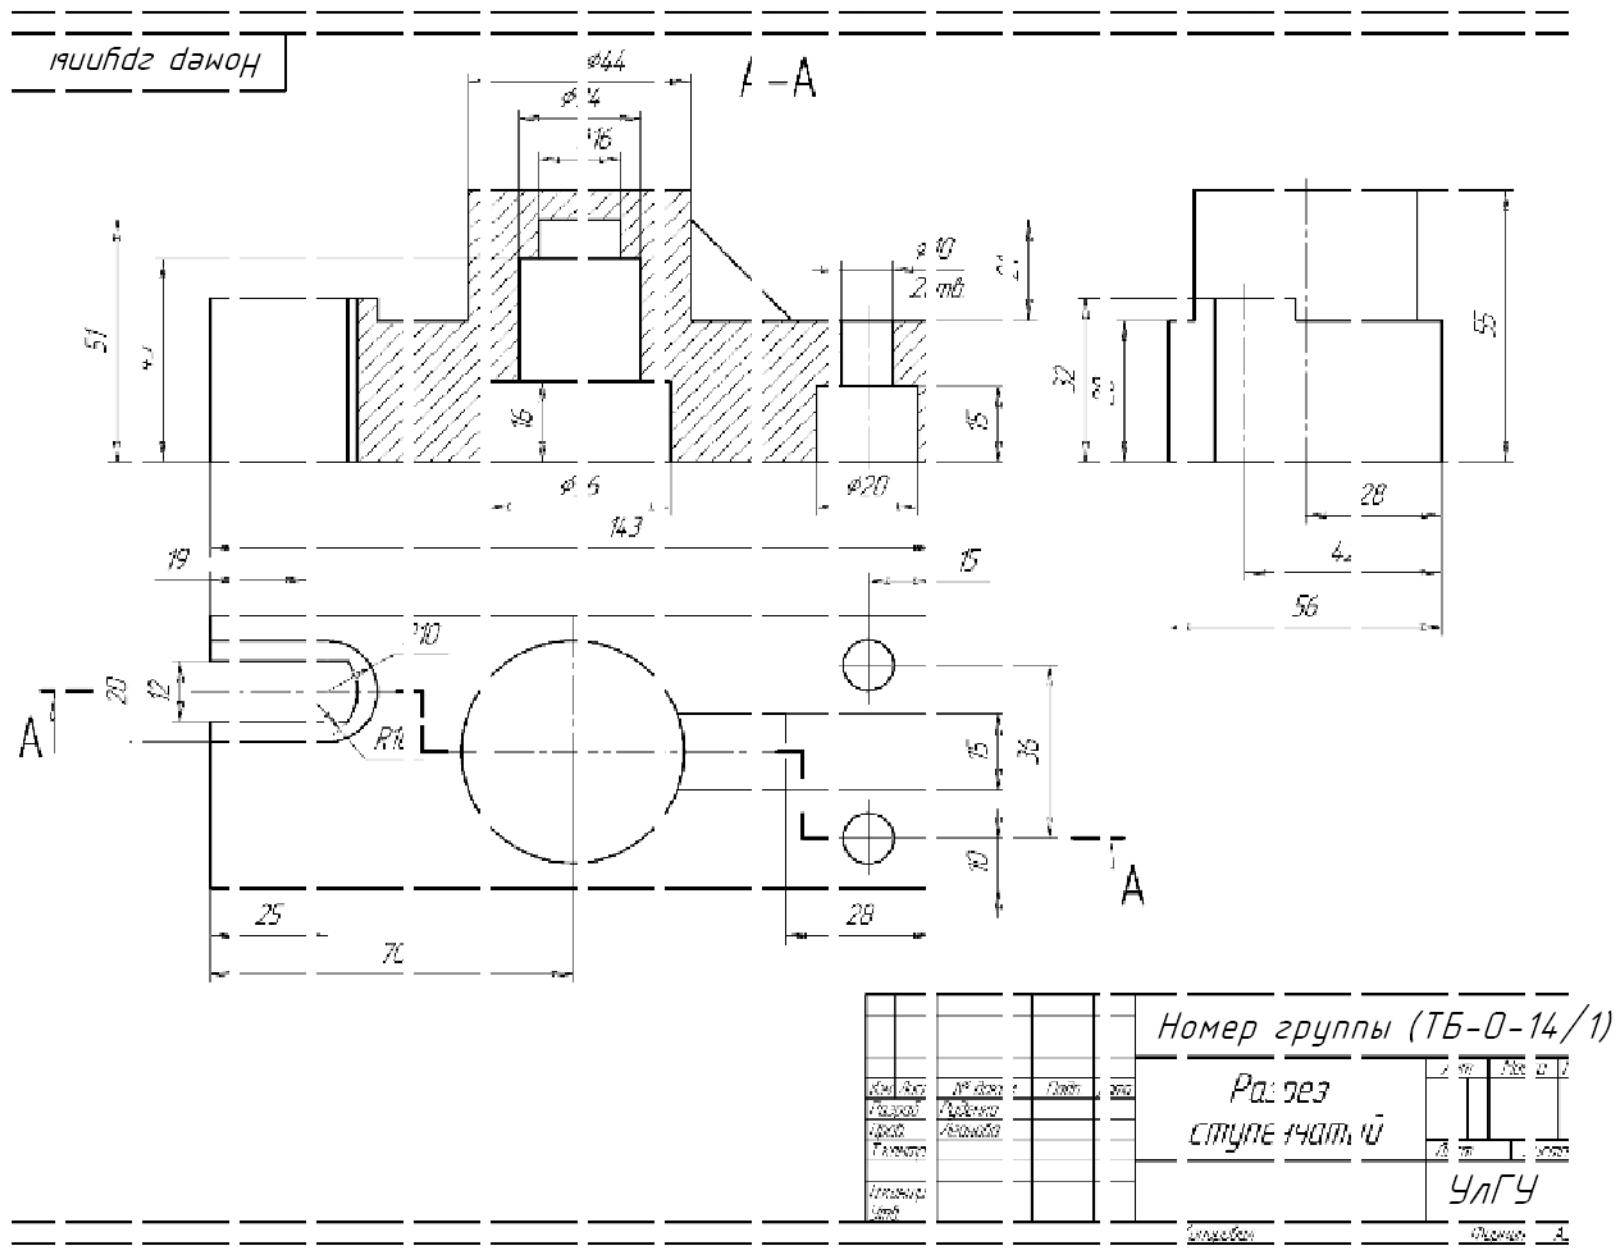

Рис. 6. Пример выполнения задания «Разрезы сложные ступенчатые»
3. По двум заданным видам наружной поверхности детали (табл. 5) построить ее третий вид (см. пример выполнения – рис. 6).